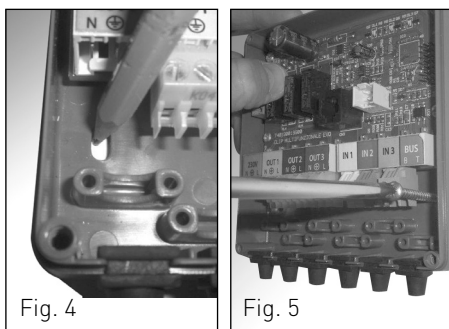

Fig. 4
- pegue as referências para a posição das duas buchas (fig. 4), perfure o muro e posicione as buchas.